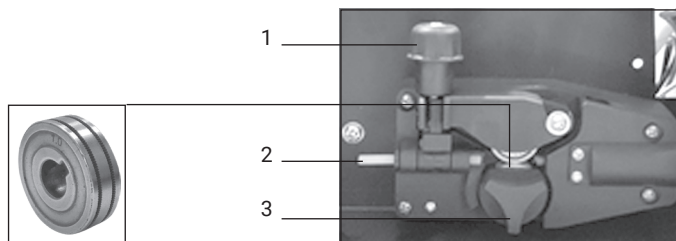

рис.5
12. Установите катушку с сварочной проволокой на шкив (рис.2 поз.2) так, чтобы при подаче проволоки катушка вращалась против часовой стрелки, для этого необходимо открутить фиксатор шкива (рис.2 поз.1), установить катушку и зафиксировать ее в обратной последовательности, после чего пропустите сварочную проволоку в механизм подачи (рис. 5):
- открутите фиксатор изменения усилия зажатия (рис.5 поз.1) и откройте прижимной механизм подачи проволоки, отведя его вверх;
- проверьте, чтобы размер канавки ролика на прижимном механизме соответствовал диаметру используемой сварочной проволоки, при необходимости поменяйте положение ролика, открутив фиксатор ролика (рис. 5 поз.3) против часовой стрелки;
- пропустите проволоку внутри направляющей трубки (рис.5 поз.2) и дальше в механизм подачи;
- опустите прижимной механизм и установите необходимое усилие прижима ролика поворотом фиксатора (рис.5 поз.1);